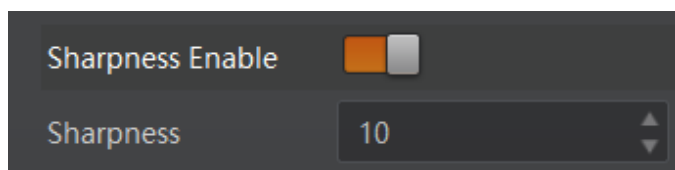

图7-33 锐度设置
2. 在 *Sharpness* 参数中输入需要设置的数值，参数范围为 0 ~ 100，如图 7-33 所示。